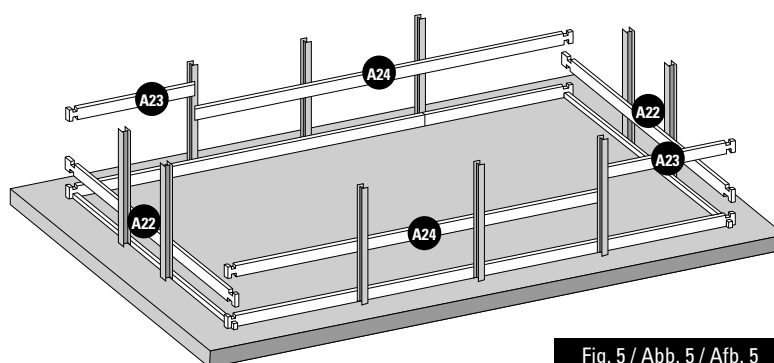

Fig. 5 / Abb. 5 / Afb. 5
- EN** **2nd LAYER OF BOARDS:** • Install the second layer of boards as shown in figure 5. • There is a wooden wedge in the structure packet to correctly assemble the boards. • Never directly hit against the boards. You would damage the pegs and would weaken the structure. Do not hit them with anything metallic. This would inevitably damage the wood. • Try to correctly assemble the boards right from the start. There should not be any space between each layer of boards to avoid maladjustment of the higher boards.
- FR** **2ÈME RANGÉE DE MADRIERS :** • Positionnez les madriers de la deuxième rangée conformément à la figure 5. • De manière à emboîter correctement les madriers, une cale en bois est à votre disposition dans le colis de structure. • Ne pas taper directement sur les madriers. Cela abîmerait les languettes et nuirait à la solidité de la structure. • Ne pas frapper avec une pièce métallique. Cela détériorerait le madrier irrémédiablement. • Veillez à emboîter bien à fond les madriers dès le départ. Il ne doit pas y avoir d'espace entre chaque rangée pour éviter un décalage au niveau des madriers supérieurs.
- DE** **2. BRETTERREIHE:** • Platzieren Sie die Bretter der zweiten Reihe laut Abb. 5. • Um die Bretter richtig anbringen zu können, finden Sie einen Holzkeil im Paket des Tragwerks. • Nicht direkt auf die Bretter klopfen. Das würde die Zapfen und die Festigkeit des Tragwerks beschädigen. • Nicht mit einem Metallteil darauf klopfen. Es würde das Holz unabänderlich beschädigen. • Versuchen Sie, die Bretter von Anfang an tiefgehend ineinander zu fügen. Zwischen den Reihen darf kein Platz sein, um eine Fehlanpassung der oberen Bretter zu vermeiden.
- NL** **2E RIJ PLANKEN:** • Plaats de planken van de tweede rij zoals aangegeven op afbeelding 5. • Om de planken correct te assembleren, zit er een houten wig in het pakket van het frame. • Sla niet direct op de planken. Daardoor gaan het profiel kapot en wordt de stevigheid van het frame ondermijnd. • Sla er niet direct op met metaal. Hierdoor raakt het hout onherstelbaar beschadigd. • Zorg ervoor dat de planken vanaf het begin stevig op elkaar aansluiten. Er mag geen ruimte tussen de rijen overblijven, om te voorkomen dat de bovenste houtdelen onregelmatig uitkomen.